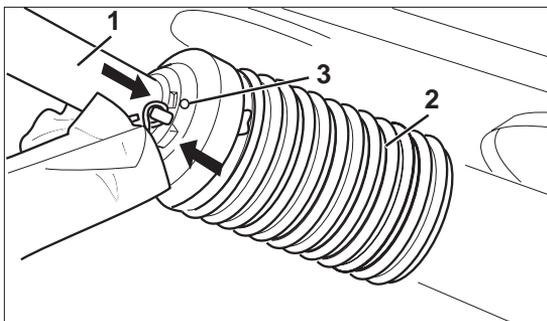

Рис. 5.4b
- Надвиньте половину защиты (Рис. 5.4b/1) и проверните чехол (Рис. 5.4b/2) в монтажное положение.
- Закрутите стопорный винт (Рис. 5.4b/3).